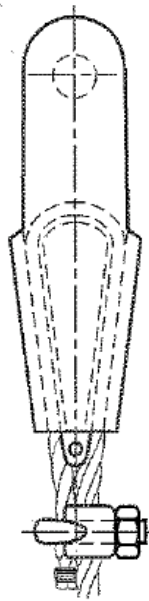

Abbildung 1 – Behandlungsmethode für das Totseilende des Seiles
6. Wenn die Verbindung erstellt wird, muss das herausragende Totseilende des Seils lang genug sein, um die Sicherung gemäß Abb. 1 vorzunehmen.